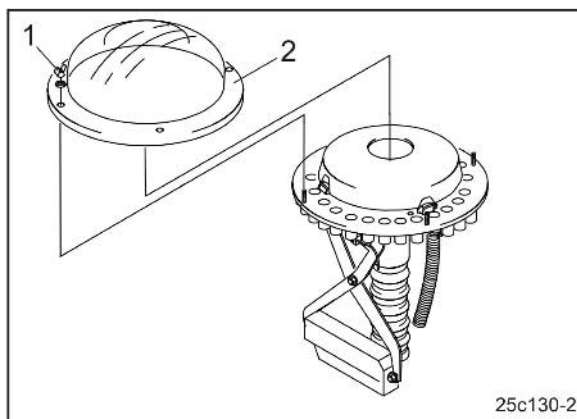

Рис. 110
4. Открутите барашковые гайки (Рис. 110/1) и снимите с распределительной головки прозрачную пластиковую крышку (Рис. 110/2).
6. Установите пластиковую крышку (Рис. 110/2).
7. Закрепите пластиковую крышку при помощи барашковых гаек (Рис. 110/1).